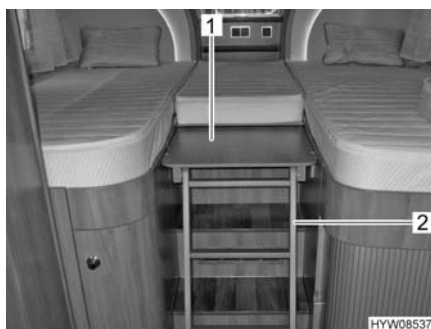

Fig. 66 Scaletta sul letto in coda
- Estrarre la scaletta (Fig. 66,2) dall'ampliamento (Fig. 66,1) e appoggiarla sul pavimento. La scaletta è collegata all'ampliamento per mezzo di uno snodo.